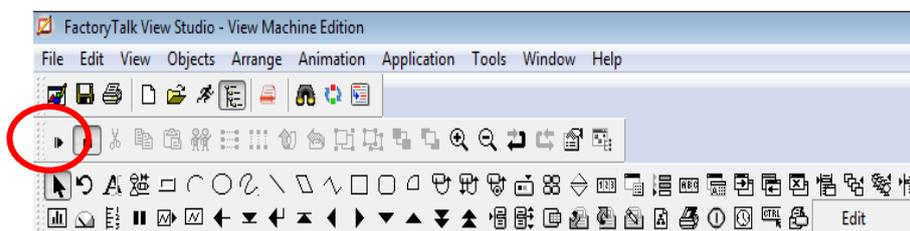

Figura 45: Selección de “Test Display”
11. Para editar la aplicación estando en el modo Runtime, damos clic en “Edit Display” como se muestra en la Figura 45.